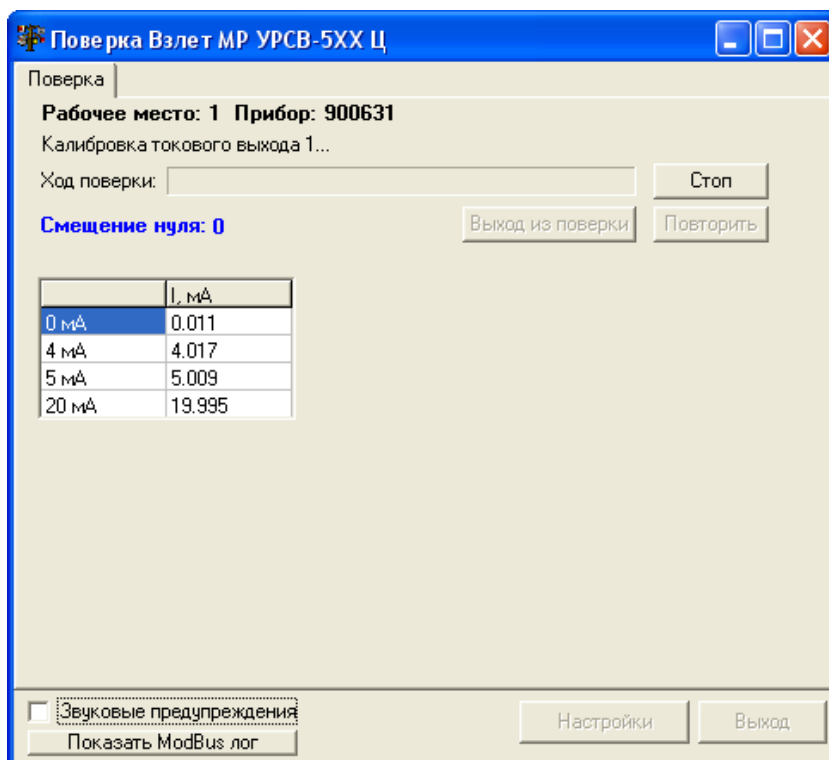

Рис. 28. Вкладка «Калибровка токового выхода».
2.6.7. Если в приборе установлен и определён токовый выход, то на мониторе появится вкладка (рис.28) и автоматически начнется калибровка токового выхода.